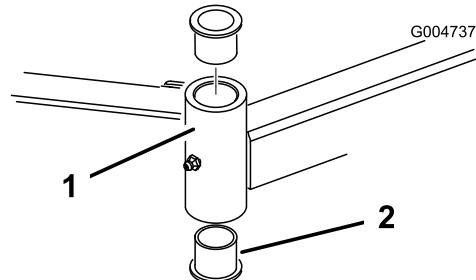

Figura 23
4. Inserte un botador fino en la parte superior o inferior del tubo de montaje y dé golpes hasta que salga el casquillo del tubo (Figura 23).